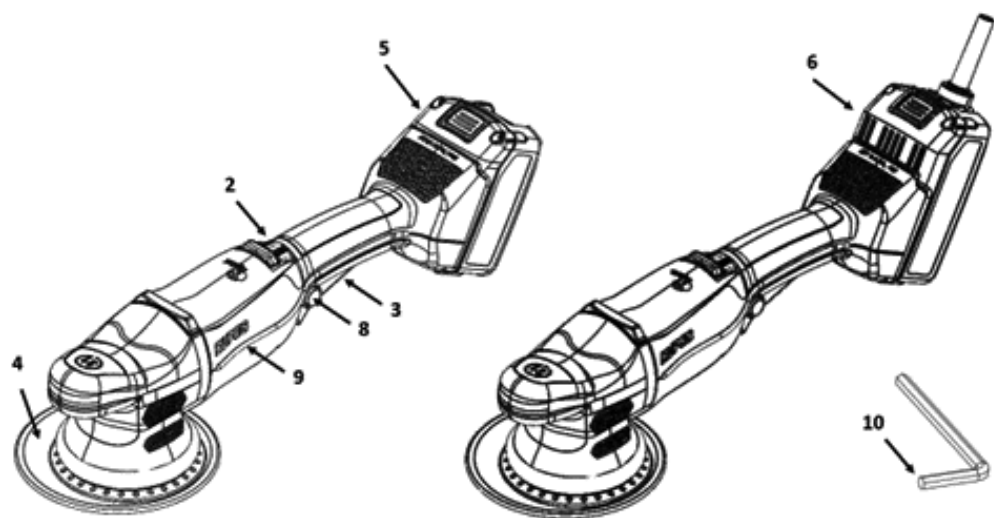

Fig. 1
- Posizionare il platorello (4) al centro; ruotare leggermente il platorello fino al corretto posizionamento (Fig. 1);